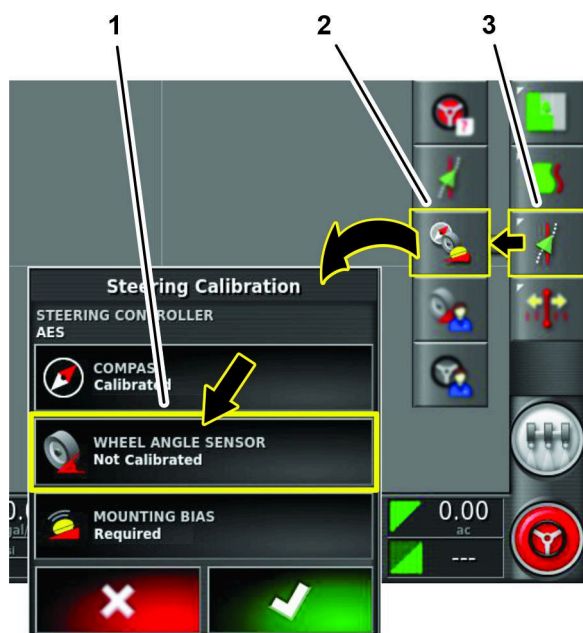

図 161
2. ステアリングオプションアイコンを押します。(図 161)
3. オートステア校正アイコンを押します。(図 161).
4. ホイール角度センサーアイコンを押します(図 161)。